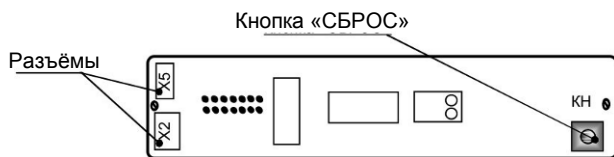

Рис. 10 Плата индикации
- Для обнуления счетчика нажать кнопку «СБРОС» КН (Рис. 10), расположенную на плате индикации панели управления, установленной на крышке рециркулятора.
- Расстыковать трёхконтактный разъём X2 и двухконтактный разъём X5 на плате индикации (см. Рис. 10).